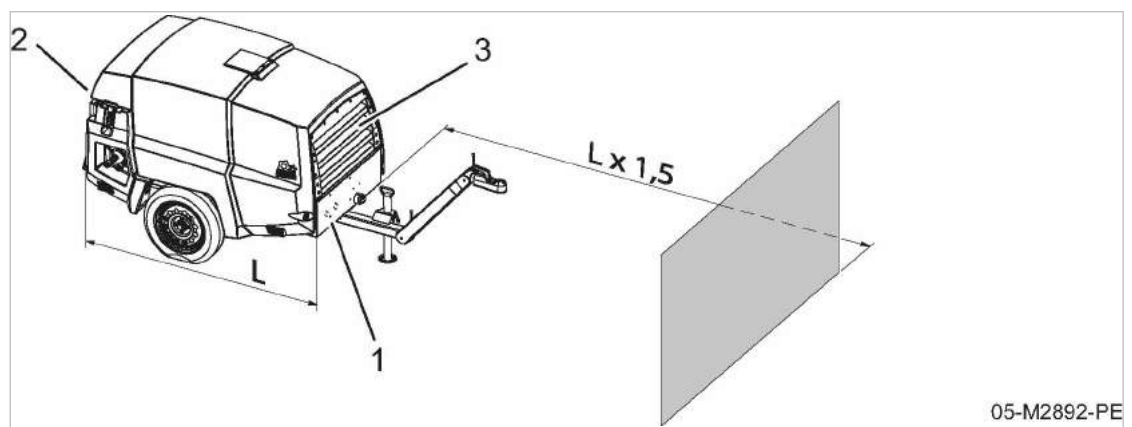

Fig. 13 Minimale afstand tot muren
2. Houd rekening met de minimale afstand van de koelluchtingang van de machine van een mogelijke muur, zie afbeelding 13.